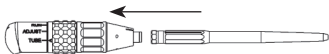

Abbildung 5
2. Das Handstück fest in einer Hand halten und mit der anderen Hand die Ausrückmuffe des Aufsatzes drücken und drehen, bis der Pfeil auf das Entriegelt-Symbol ausgerichtet ist (Abbildung 5).